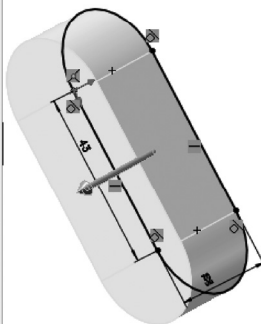

图 7-9 设置拉伸参数
**09** 拉伸实体。单击“特征”控制面板中的“拉伸凸台/基体”按钮，或者选择菜单栏中的“插入”→“凸台/基体”→“拉伸”命令，弹出“凸台-拉伸”属性管理器；在“方向 1”选项组中设定拉伸的终止条件为“给定深度”，在“深度”文本框中设置拉伸深度为 20.00mm，其他选项保持系统默认设置，如图 7-9 所示，单击“确定”按钮，完成拉伸特征的创建。至此完成圆头平键模型的创建。